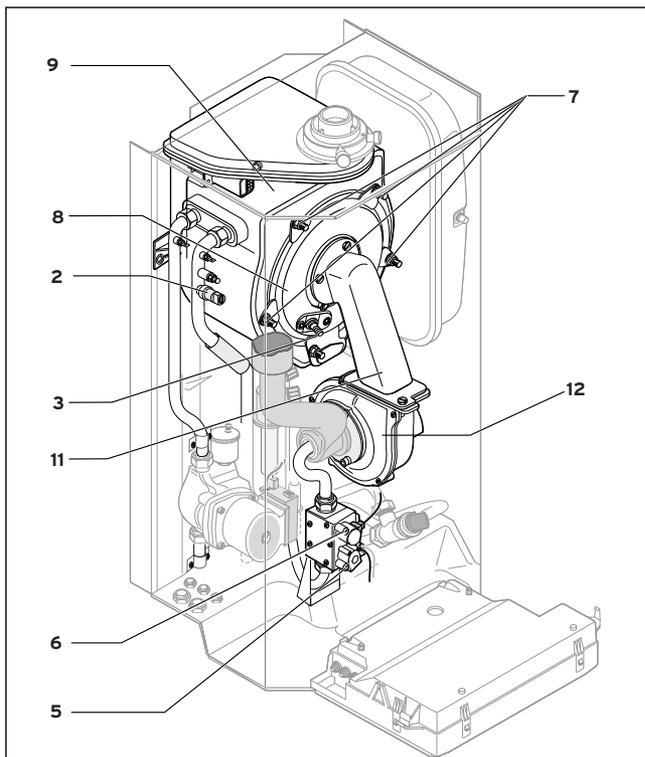

Abb. 7.1 Thermo-Kompaktmodul ausbauen
Das Thermo-Kompaktmodul besteht aus dem drehzahl-geregelten Gebläse, der Gaszufuhr (Gemischrohr) zum Gebläse-Vormischbrenner sowie dem Vormischbrenner selbst. Diese drei Einzelbauteile bilden die gemeinsame Baueinheit Thermo-Kompaktmodul. Zur Demontage gehen Sie folgendermaßen vor: (siehe Abb. 7.1)
- Stecken Sie das Thermo-Kompaktmodul (8) auf den Integral-Kondensations-Wärmetauscher (9, Abb. 7.1).
- Schrauben Sie die 5 Muttern (7) gleichmäßig über Kreuz fest.
- Schließen Sie die beiden Stecker der Zünd- und Erdleitung an die Zündelektrode (3) an.